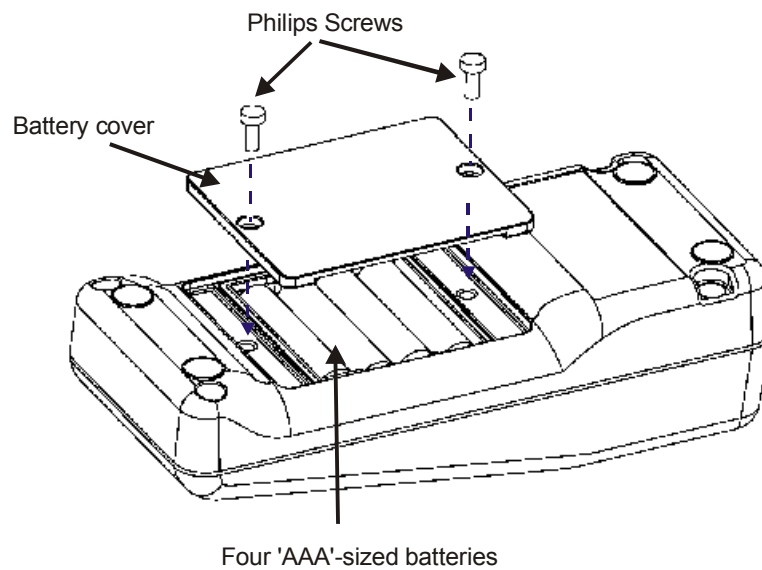

图3: 安装电池
1. 使用十字的螺丝起子取出固定电池盖的两个螺丝钉。参阅图 3.